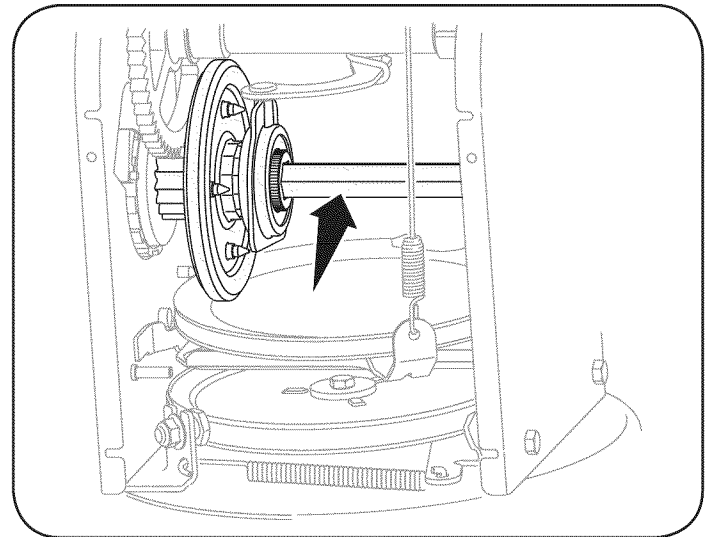

Figura 22
4. Aplique al eje hexagonal una capa ligera de una grasa multiusos apta para condiciones climáticas múltiples. Vea la Figura 22.